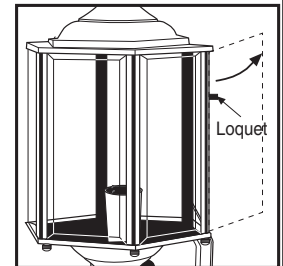

Figure 4
- Si l'applique est à panneau à charnière, soulever le loquet pour ouvrir celui-ci. Insérer la ou les ampoules et relocker le panneau (voir la figure 4).